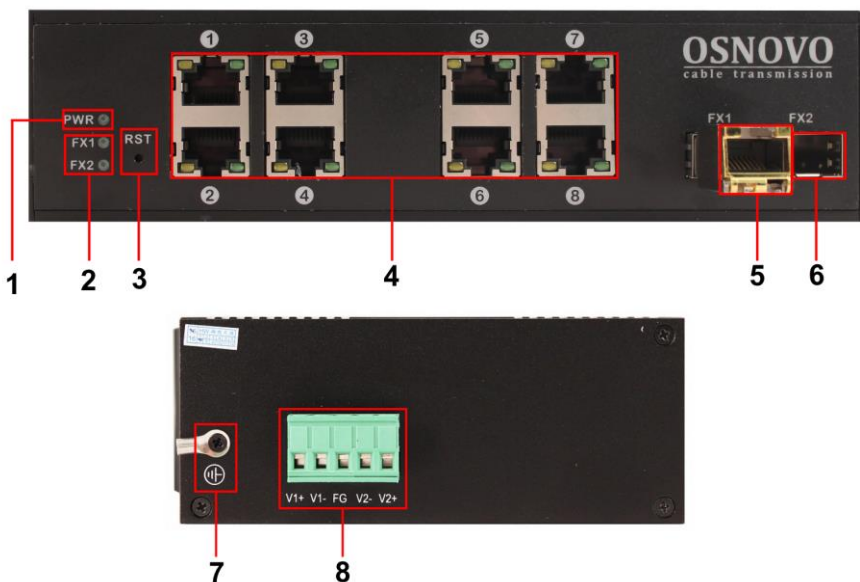

Рис. 10 Промышленный коммутатор SW-8091/IC, разъемы, кнопки и индикаторы
6. Проденьте через гермовводы оптоволоконный кабель. Демонтируйте оптический кросс. Сварите оптические волокна кабеля с пигтейлами. Место сварки упаковывается в оптическую гильзу и укладывается на ложемент. Пигтейлы (SC) подключите к оптическим розеткам кросса (SC-SC). Подключите оптическими патч-кордами (SC-SC) SFP-модули, вставленные в коммутатор (слоты FX1 FX2), рис.10 и розетки (SC-SC) оптического кросса. Установите оптический кросс обратно.